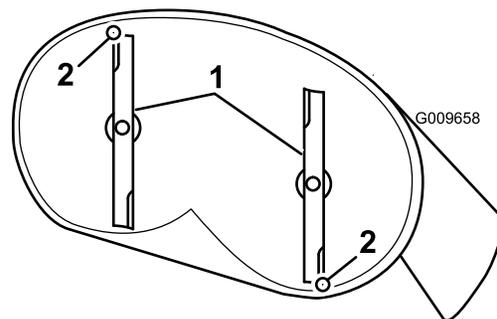

Figure 54
- Faites pivoter les lames avec précaution pour faire passer les pointes avant à l'arrière (Figure 54).
- Mesurez la distance entre la pointe de la lame avant et la pointe de la lame arrière par rapport à la surface plane (Figure 54).
9. Une fois le réglage effectué, vérifiez à nouveau l'inclinaison avant/arrière des lames; continuez d'ajuster l'écrou jusqu'à ce que la pointe avant de la lame soit de 1,6 à 8 mm (1/16 à 5/16 po) plus bas de la pointe arrière (**Figure 54**).